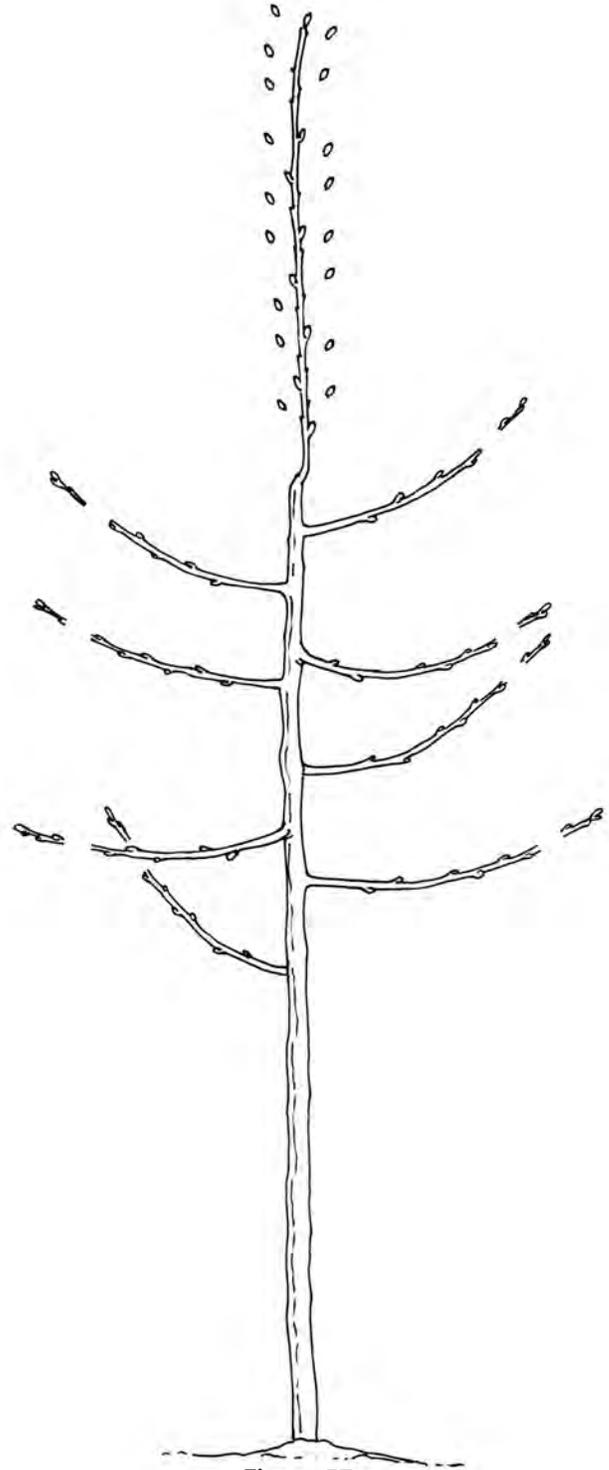

Figura 57
- Si se desarrollaron por lo menos seis ramas laterales durante el primer año, recórtelas, de ser posible justo encima de dos yemas con orientación lateral. Quite entre el 15 y el 25 por ciento de la longitud (menos para los brotes débiles, más para los brotes fuertes) (Figura 57).